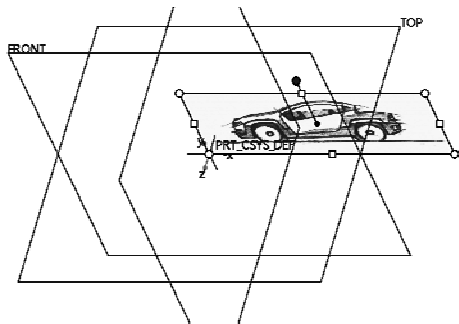

图 10-42 在指定平面添加图像（默认放置）
① 新建一个使用“mmns_part_solid”公制模板的实体零件文件，在功能区中打开“视图”选项卡，接着单击“模型显示”组溢出按钮并从该组溢出列表中单击“图像”按钮，从而在功能区中打开“图像”选项卡。
② 在“图像”选项卡的“图像”面板中单击“添加”按钮，此时系统提示选择一个基准平面或平面曲面以放置图像。根据该提示在图形窗口中选择“FRONT（基准平面）”来放置图像，系统弹出“打开”对话框，从本书配套光盘中选择配套素材图像文档“bc_10_xiaocheng.jpg”，单击“打开”按钮，默认放置图像的效果如图 10-42 所示。